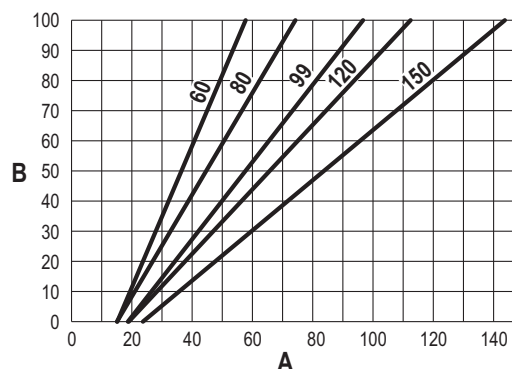

рис. 77
- Используйте **контекстные клавиши 1 и 2** для увеличения или уменьшения теплопроизводительности (минимальная = 00, максимальная = 100). См. диаграмму "Регулировка теплопроизводительности" (рис. 77).